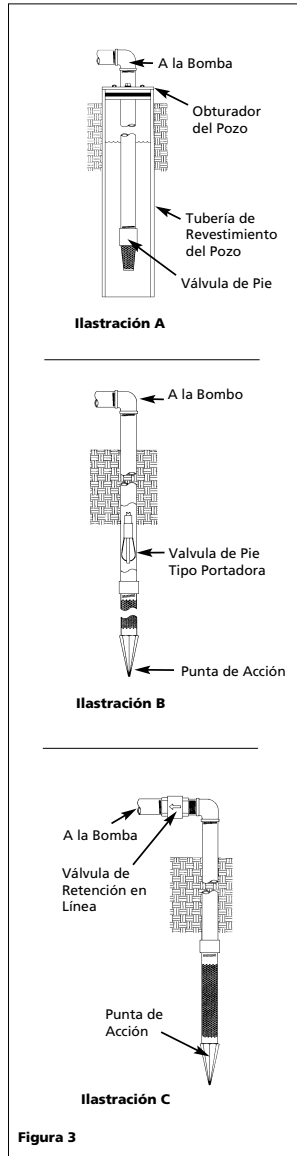

Figura 3
1. Instale una válvula de aspiración en la primera sección del tubo (Figura 3, Ilustración A).
**NOTA:** Se puede instalar en el pozo una válvula de aspiración de tipo tampón (Figura 3, Ilustración B). Este de tipo de válvula de aspiración permite que el pozo se llene con agua cuando se está cebando y permite verificar con mayor facilidad si hay escapes en la tubería de ingreso. Cuando instale la válvula de aspiración de tipo tampón siga las instrucciones del fabricante.
Como alternativa, se puede usar una válvula unidireccional en la tubería de un pozo excavado (Figura 3, Ilustración C). La tubería entre la válvula unidireccional y el nivel de agua estará siempre bajo un vacío.